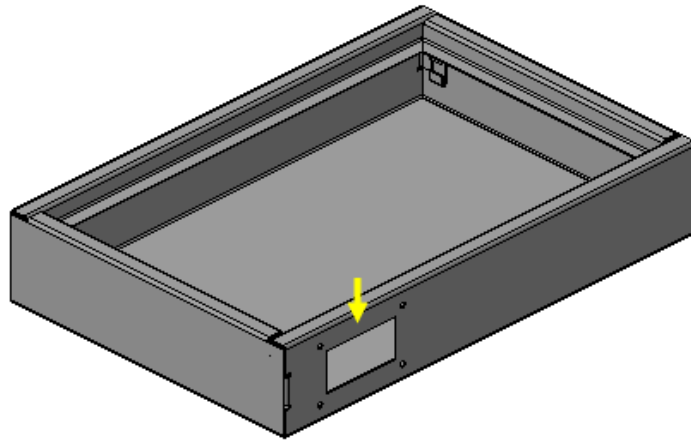

Рисунок 57.
- Нажмите кнопку Создать объект (рис. 57).